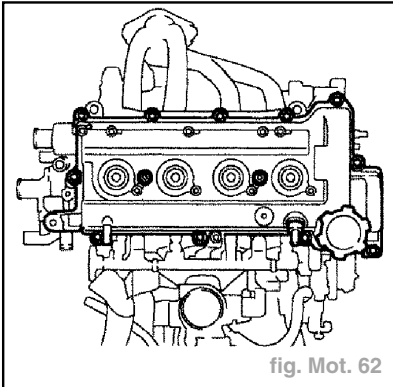

fig. Mot. 62
- Déposer les 11 boulons, 2 rondelles d'étanchéité, 2 écrous, le cache-soupapes et le joint d'étanchéité (fig. Mot. 62).